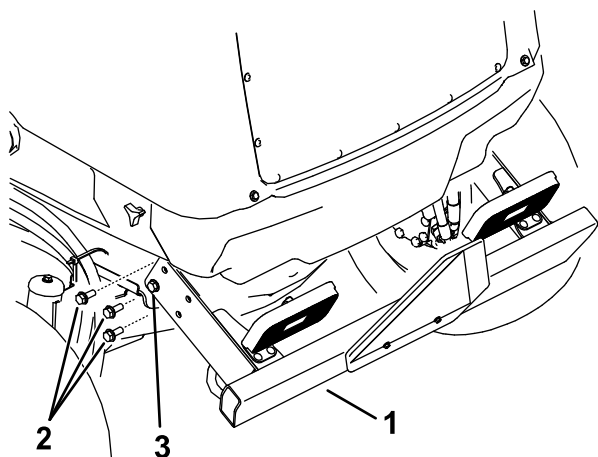

Figura 110
2. Retire los 3 tornillos con arandela prensada de cada lado del parachoques trasero, como se muestra en la Figura 110.
Apriete todos los tornillos con arandela prensada que sujetan el parachoques trasero al bastidor (Figura 110).